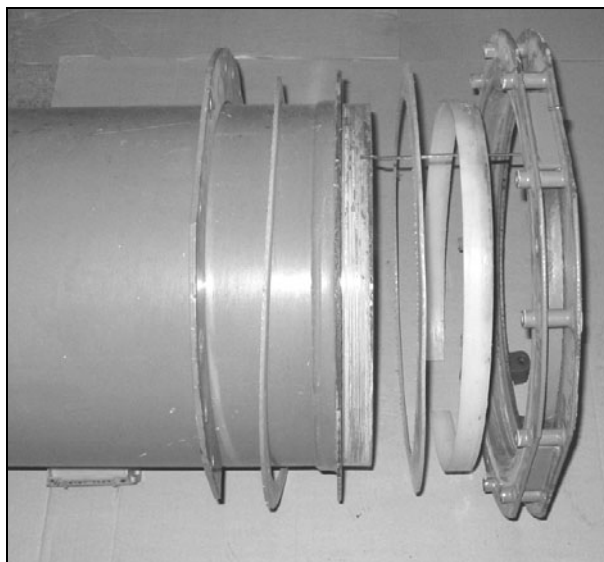

Рисунок 12
3. Снимите поворотный фланец, отвернув четыре болта (G).
4. Расположение подшипников скольжения показано на (Рис. 12)